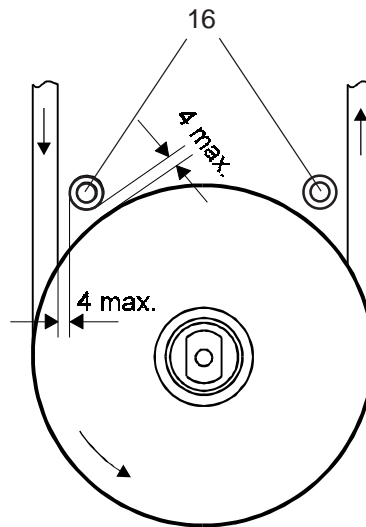

Abb. 6.9
- Riemeneinlaufsicherungen (16) soweit nach innen verschieben, daß die Abstände zwischen Sicherungszylinder und Riemenscheibe und Sicherungszylinder und Riemen jeweils nicht größer als 4 mm sind (s. Abb. 6.9).